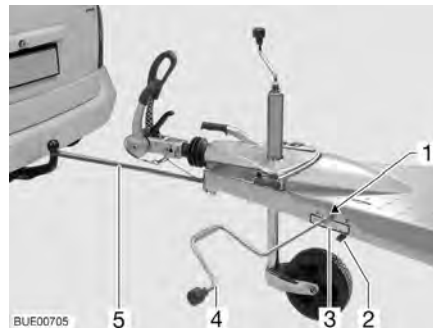

Fig. 5 Dispositivo auxiliar para acoplar Easy-Pull
- Poner la palanca de bloqueo (Fig. 5,2) en la posición de abierto.
- Extraer la cinta de lona con gancho (Fig. 5,5) hacia adelante, colocarla alrededor del enganche de bola del acoplamiento de remolque del vehículo tractor y bloquearla.
- Poner la palanca de bloqueo (Fig. 5,2) en la posición de cerrado.
- Introducir la manivela para los apoyos a manivela de la caravana (Fig. 5,4) en el hexágono (Fig. 5,1) del dispositivo de manivela y girarla. Al hacerlo, observar la dirección de giro indicada en la etiqueta adhesiva (Fig. 5,3).